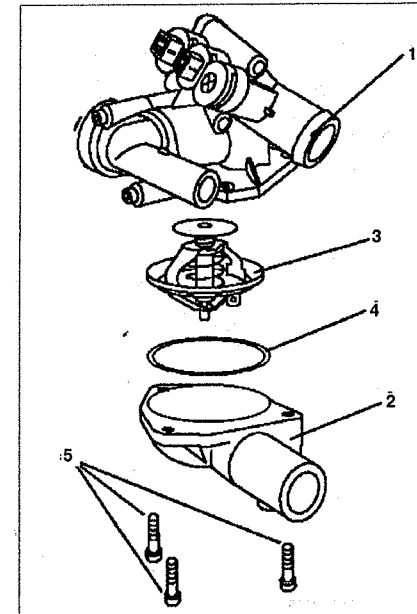

Рис. 3.37. Термостат:
2. Снимите корпус термостата 1 (см.рис.3.37).